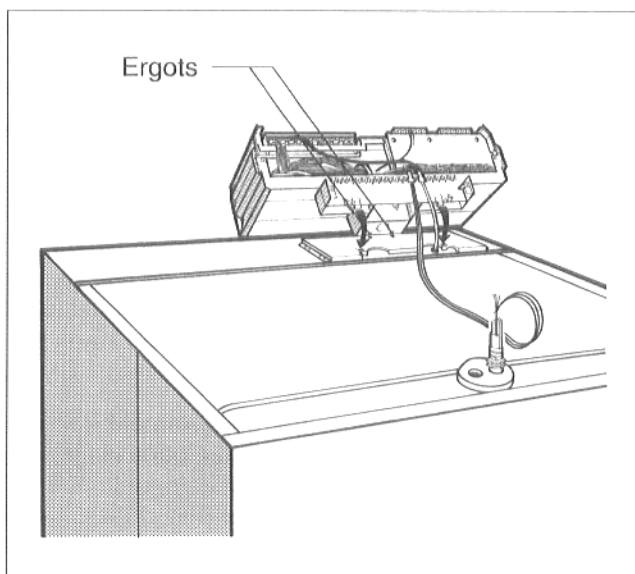

Fig. 52
- Pose du module de régulation (Fig. 52). Poser le module de régulation sur l'avant de façon à ce que les ergots pénètrent dans les perforations ovales de la tôle de raccord. Tirer l'appareil vers l'avant pour l'incliner ensuite vers l'arrière. Les ergots élastiques doivent alors s'enclencher dans les ouvertures carrées de la tôle de raccord.